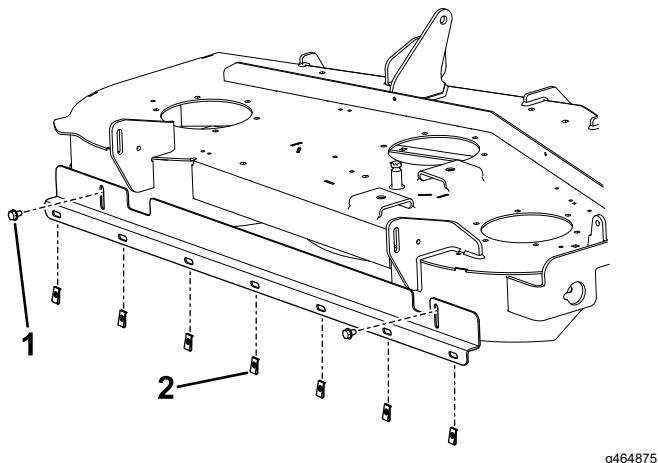

Figura 3
4. Instale o suporte nos orifícios utilizando 2 parafusos autorroscantes (Figura 3).
5. Instale 7 porcas de chapa nos orifícios abertos do suporte (Figura 3).